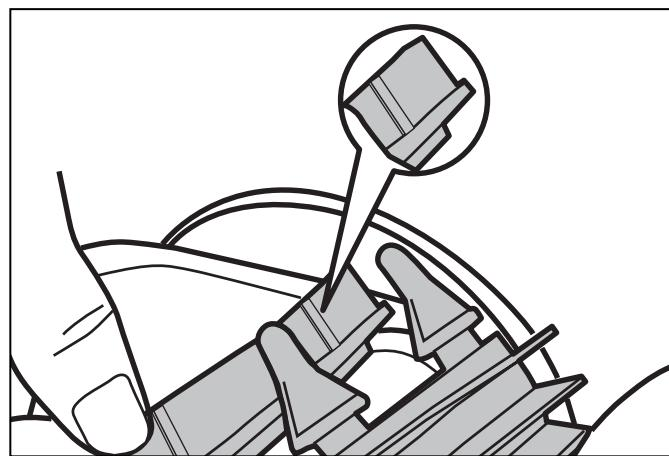

Figura 24. Indicadores de desgaste
El limpiador está equipado con cepillos de PVC en la parte delantera y trasera. Hay ranuras elevadas que son indicadores de “desgaste” en los cepillos ubicados enseguida de los conectores de pestaña (vea la figura 24). A medida que se desgasten los cepillos, la ranura elevada se aplana y quedará al ras en la pista. Para mantener un óptimo rendimiento del limpiador, debe reemplazar los cepillos tan pronto como uno de los indicadores de desgaste esté liso o desgastado (incluso si el desgaste no es parejo). Recomendamos que cambie los cepillos cada dos (2) años.